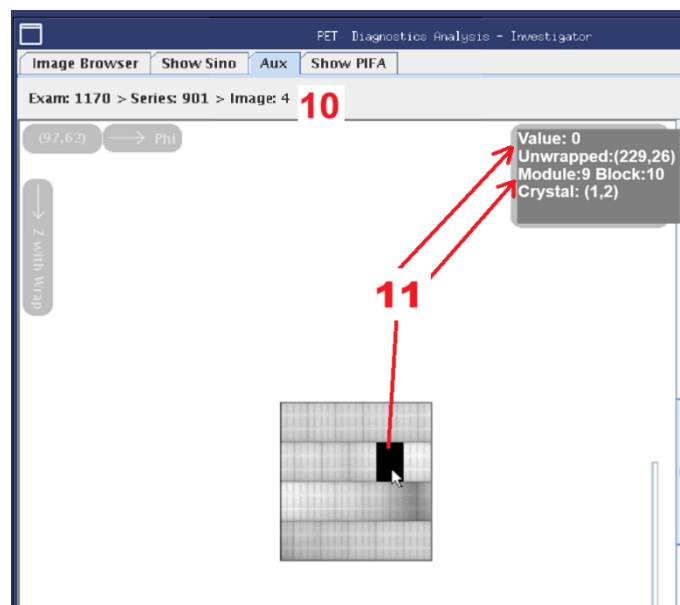

Figura 3: Etapas 10-11 usando a ferramenta Investigador
11. Revise o esquema de layout dos detectores e confirme se o detector “Module: 9” (Módulo: 9) está significativamente mais escuro do que os demais módulos, indicado pela cor e pelo valor ao passar o mouse sobre o módulo. Um módulo escuro provavelmente indica um mau funcionamento, conforme mostrado na Figura 3.